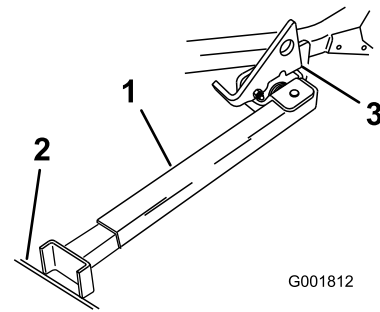
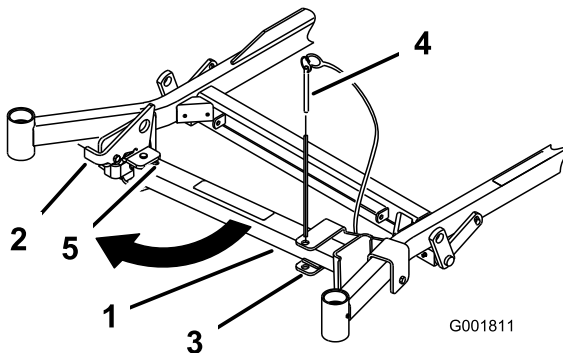

Bild 27
Bild 26
4. Stellen Sie den Fuß auf den Boden und lassen Sie den Riegel auf der Drehlasche aufliegen (Bild 27).
- Hinweis:** Stellen Sie den Ständerfuß am besten in Risse auf Gehwegen oder in der Rasenfläche (Bild 27).
6. Fahren Sie auf den Stand auf. Halten Sie an, wenn der Riegel über die Lasche in die arretierte Stellung einrastet (Bild 27). Stellen Sie nach dem Auffahren auf den Stand die Feststellbremse fest und stellen Sie den Motor aus.
2. Nehmen Sie den Halterungsstift ab (Bild 26).
3. Heben Sie den Riegel an. Drehen Sie den Ständerfuß nach vorne heraus und schieben Sie den Ständer zur Maschine in den unteren Schlitz (Bild 26 und Bild 27).
5. Stellen Sie den Ständer wieder in die Ruhestellung (Bild 26).